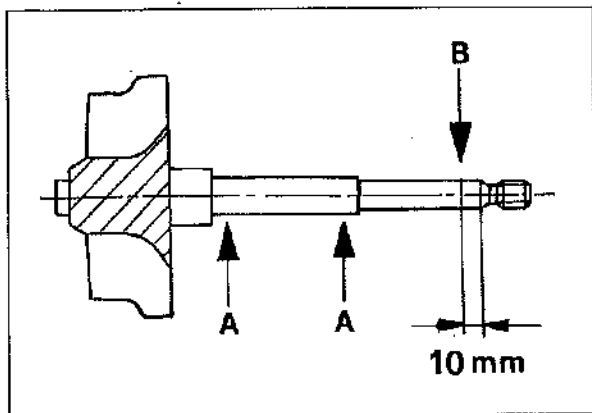

Fig. 119
- Controllare con comparatore l'eccentricità del rotore. Errore massimo ammesso mm. 0,007 su 1 giro, misurato alla distanza indicata (B) e con rotore supportato nei punti A (Fig. 119).